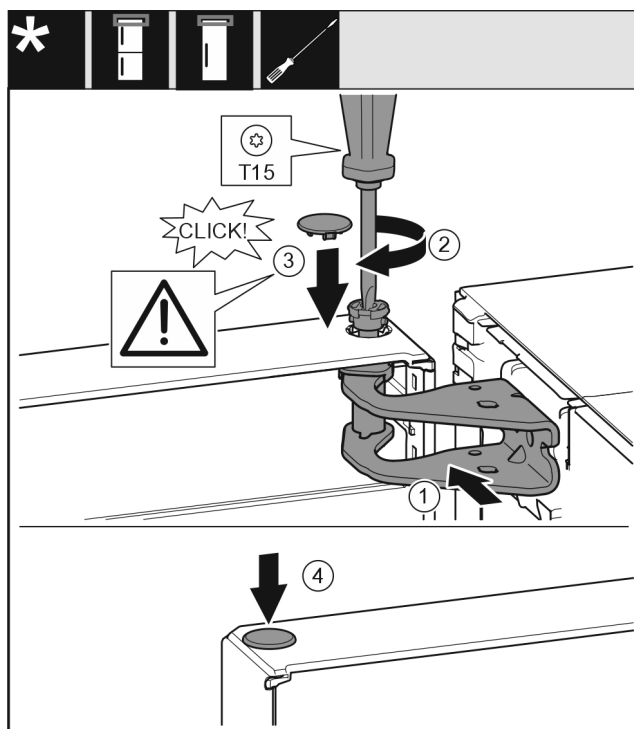

Fig. 26
- ▶ Igazítsa be az ajtót felül a csapágybak nyílásához Fig. 26 (1)
- ▶ Helyezze be a csapszeget Fig. 26 (2), és húzza meg csavarhúzóval.
- ▶ Szerelje fel az ajtót biztosító biztonsági fedelet Fig. 26 (3): Helyezze fel a biztonsági fedelet, és ellenőrizze, hogy felfekszik-e az ajtóra. Egyébként a csapszeget teljesen helyezze be.
- ▶ Helyezze be a dugót Fig. 26 (4).